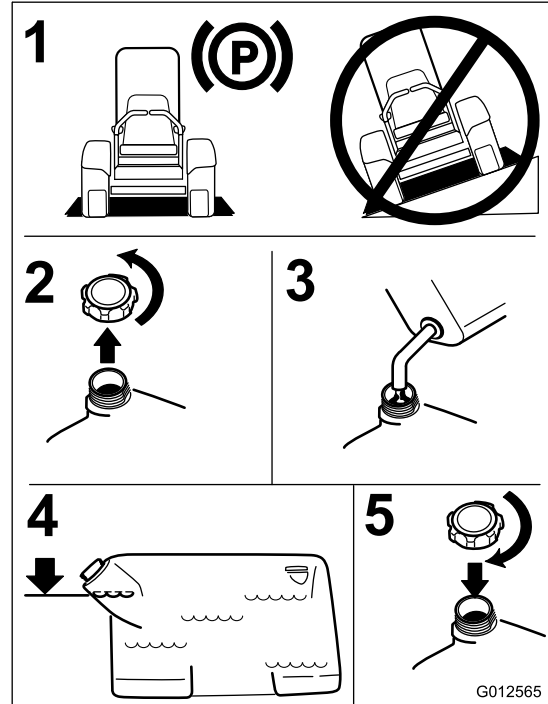

Figura 7
4. Encha o depósito até ao fundo do tubo de enchimento. Certifique-se de que há espaço vazio no depósito para permitir que a gasolina se expanda (Figura 7).